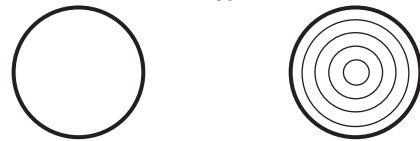

Рис. 3 Обратная сторона бортика
2.4. Обратная сторона бортика (рис. 3) может быть как совсем гладкой, так и иметь один или несколько концентрических кругов — следы от станка после штамповки.